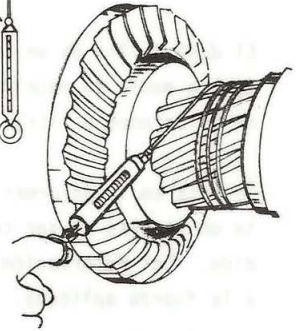

Fig. 6
- La tensión necesaria para girar el piñón de ataque, permitiendo controlar la precarga de sus rodamientos (fig. 6).